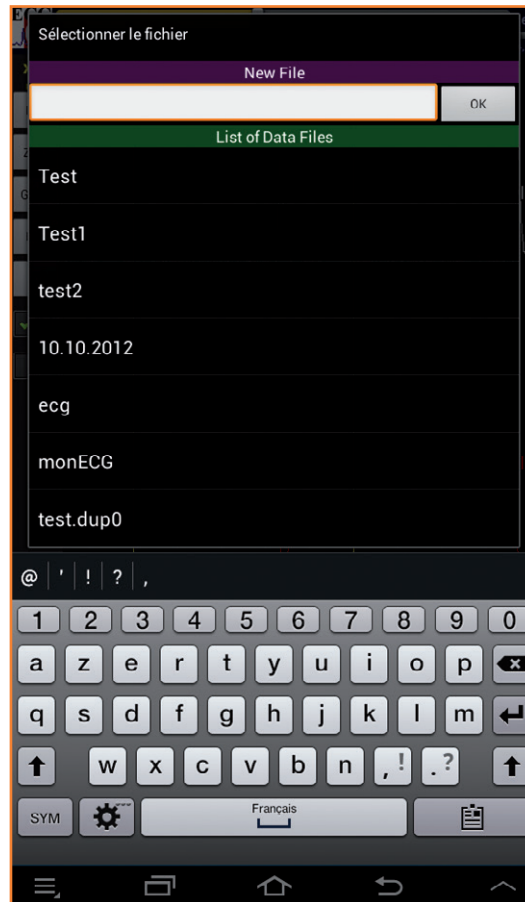

Figure 18.
**FileListActivity** : Cette activité est créée quand l'utilisateur choisit de sauvegarder ou de lire des relevés d'ECG depuis le menu. Une nouvelle fenêtre affiche la liste des fichiers existants ainsi qu'un cadre pour éditer le nom d'un nouveau fichier (**fig. 18**). La fenêtre et l'activité se ferment au choix du fichier après l'envoi vers l'activité principale d'un message comprenant son nom et la nature de l'opération (*save* ou *load*). L'activité principale réalise alors l'opération demandée.